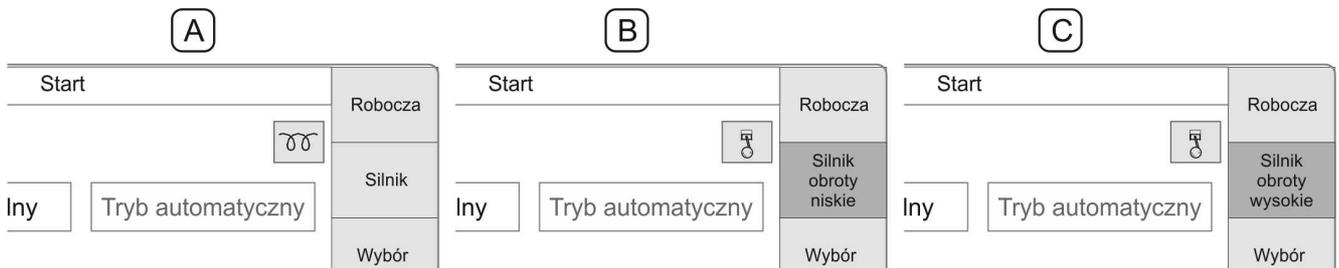

ABBILDUNG 4.22 Starten des Motors
- Auf der Startseite „Start“ des Steuerpults (ABBILDUNG 4.22) den Motor einschalten, indem die Taste „Motor“ 3 Sekunden lang gedrückt wird (die